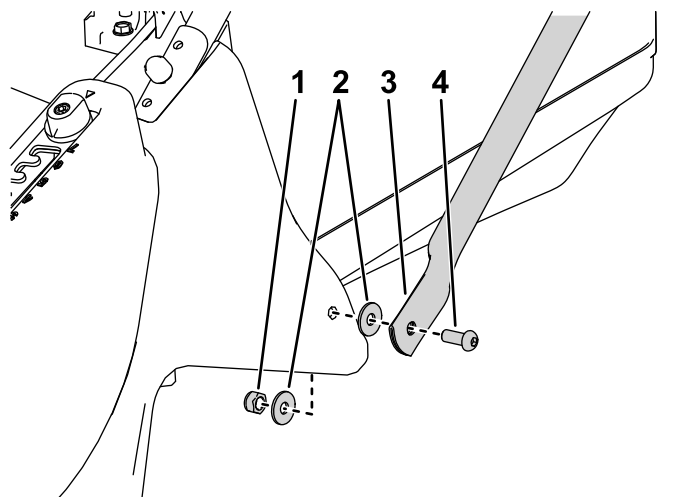

Figura 4
3. Montați partea inferioară a clemei barelor de ghidare pe fiecare parte a punii mainii de tuns iarba folosind un urub, aibe plate pe interiorul și exteriorul punii și o contrapiuliă (Figura 4).